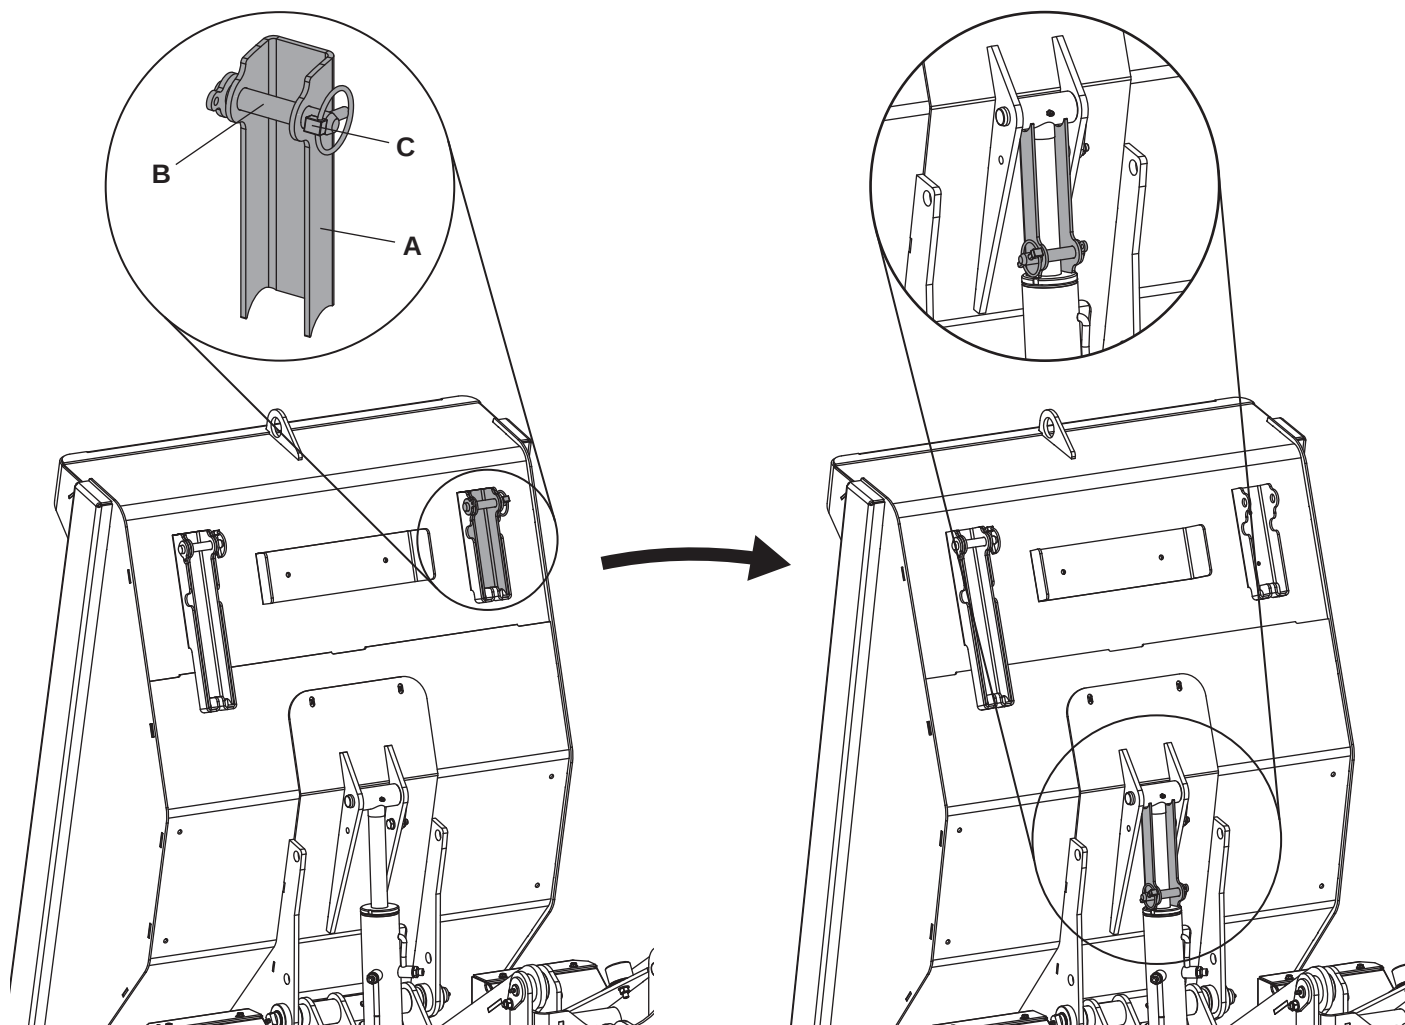

Figura. 31
7. Saque el puntal del cilindro (figura 31, punto A) de su lugar de almacenamiento y colóquelo en el vástago del pistón del cilindro.